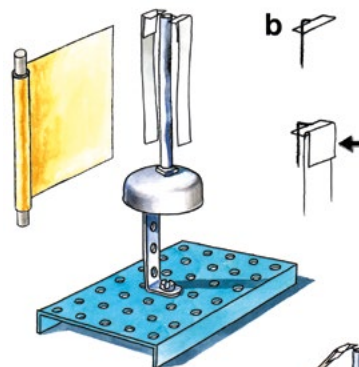

Fig. 23
1. Mit Schraube und Mutter die große, 60 x 12 mm Schelle in der Mitte des Kunststoffsockels befestigen (9).
2. Mit einer weiteren Schraube und Mutter die Glocke am freien Ende der Schelle befestigen, hierbei sollen noch 10 mm der Schraube aus der Glocke herausragen. Darauf wird 90 mm langes Alufolieröhrchen gesteckt. Die Herstellung des Röhrchens ist in Versuch 20 beschrieben. Am oberen Ende des Röhrchens werden zwei Träger aus blankem, 0,3 mm starkem Kupferdraht oder 0,2 mm dickem Konstantdraht befestigt. Der Träger ist ein 10 mm langes und 5 mm breites Rechteck, das so geformt ist, daß man es am Papieröhrchen befestigen kann. Die Blättchen des Elektroskops sollen aus dünnem Papier (8 x 70 mm) sein. Sie werden an den Haltern angebracht, wie in Bild 23 rechts gezeigt. Der Pfeil zeigt, wo das Papier zusammengeklebt ist.